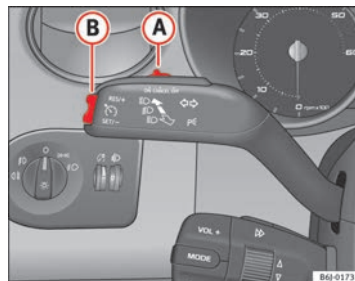

Fig. 113 Levier des clignotants et des feux de route : commande et touche basculante pour régulateur de vitesse
- Appuyez sur la partie supérieure de la touche à bascule **RES** ⇒ fig. 113 (A) pour augmenter la vitesse. Tant que vous maintenez enfoncée la commande à bascule, le véhicule accélère. Lorsque vous lâchez la commande à bascule, la nouvelle vitesse est mémorisée.
Si vous diminuez la vitesse mémorisée en appuyant sur la pédale de frein, le régulateur se désactive. Vous pouvez réactiver le régulateur en appuyant une seule fois sur la partie supérieure **RES+** de la commande à bascule ⇒ fig. 113 **B**.